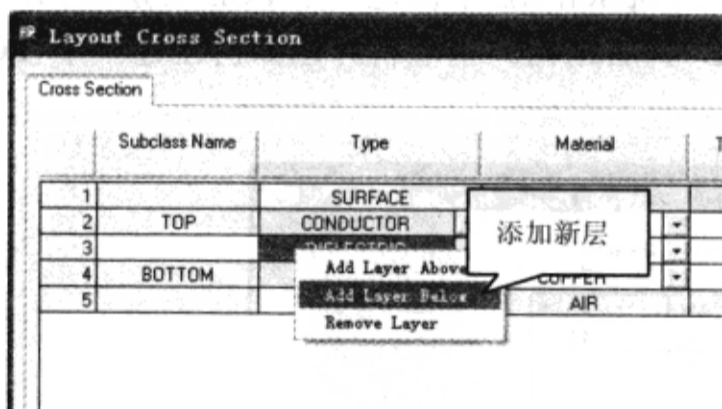

图 7-12-20 添加新的层
(3) 在“Layout Cross Section”对话框的第 3 行单击鼠标右键，在弹出的菜单中选择“Add Layer Below”，如图 7-12-20 所示。